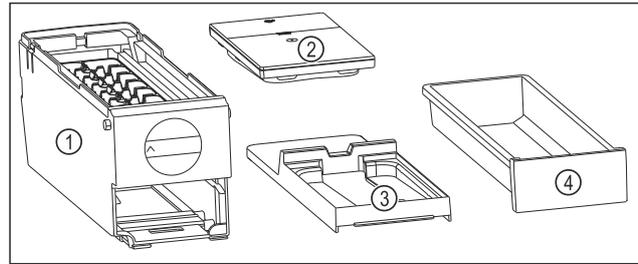

Fig. 214 Bestandteile des EasyTwist-Ice
- ▶ EasyTwist-Ice ist in vier Teile zerlegt. (siehe Fig. 214)
- ▶ EasyTwist-Ice nur in abgebildete Bestandteile zerlegen. (siehe Fig. 214)
- ▶ EasyTwist-Ice-Korpus Fig. 214 (1) als Ganzes reinigen.